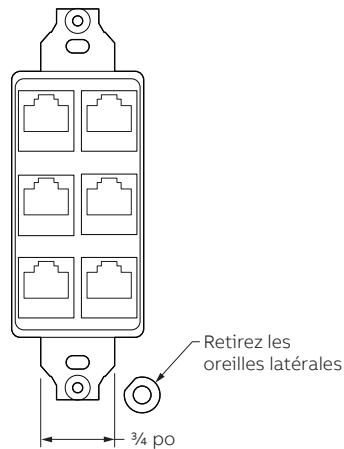

Figure 17
- 7.2 Retirez toutes les oreilles latérales de la plaque de montage et taillez les courroies de montage à $\frac{3}{4}$ po de largeur. (Voir figure 17).